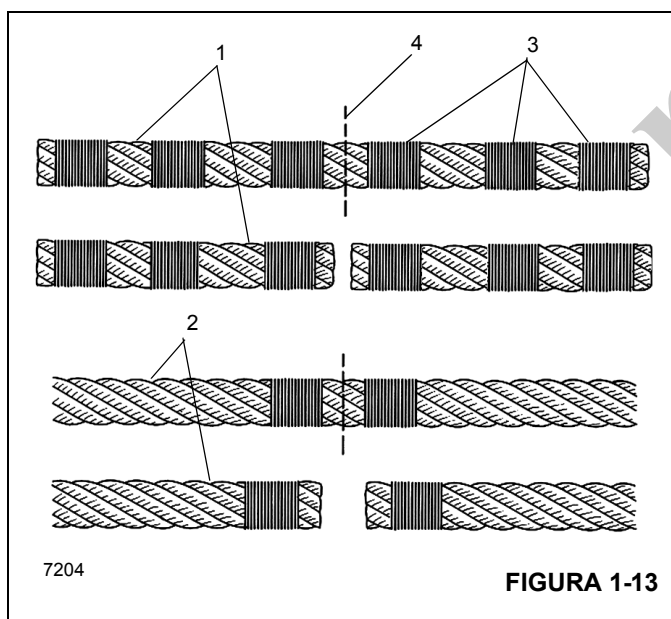

FIGURA 1-13
NOTA: Um cabo de aço não pré-formado (1) Figura 1-13 deve ter três amarrações (3) feitas em cada lado do corte (4), em comparação com o cabo de aço pré-formado (2).